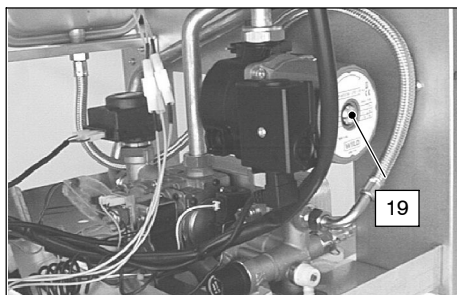

fig. 6.5
- 12 Togliere il tappo 19 in fig. 6.5 e sbloccare la pompa ruotando il rotore con un cacciavite. Durante questa operazione sfiatare la pompa.